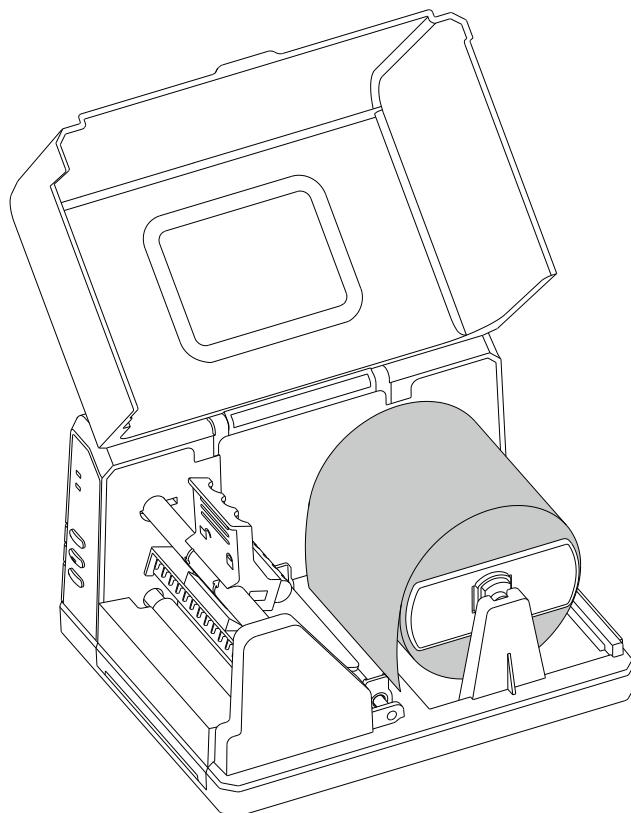

图 2-6
- 将纸卷轴连同纸卷一起放入纸卷仓，按纸卷轴上的刻度将纸卷放置在中间位置，并将两个挡板靠紧纸卷，如图 2-6 所示。